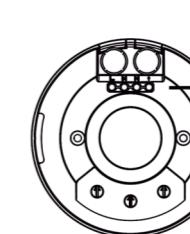

Bild 7
3.4.1 Beachten Sie das Anschlusschaltbild bevor Sie die Elektrischen Verbindungen herstellen. Falsches Anschließen kann das Gerät zerstören. (Siehe Bild 7).